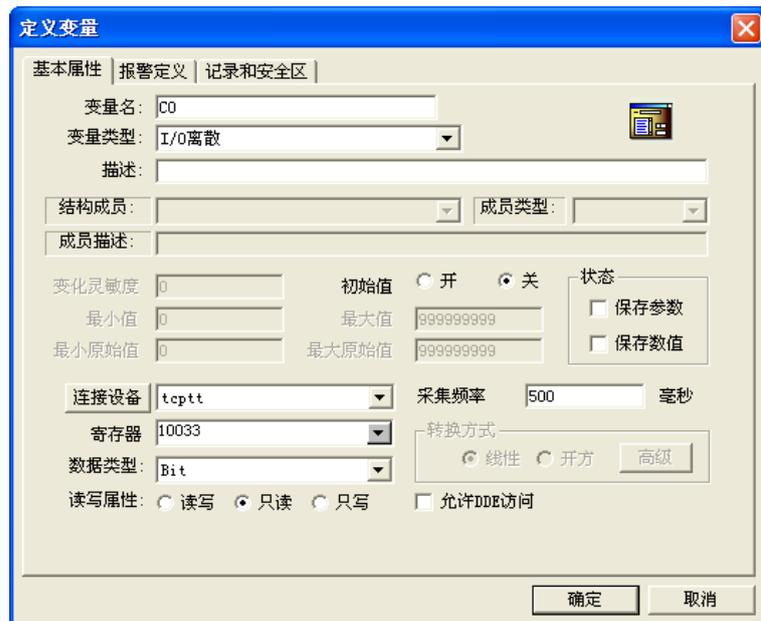

图 B-3-12
(5) 如图 B-3-12, 变量类型选择 I/O 离散型, 寄存器 10033 对应 PLC 输出区第 33 个位 (即上面组态的%QX6.0)。